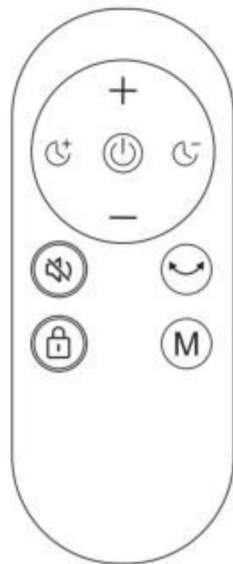

Fig.4
I. Pilot zdalnego sterowania (rys.4)